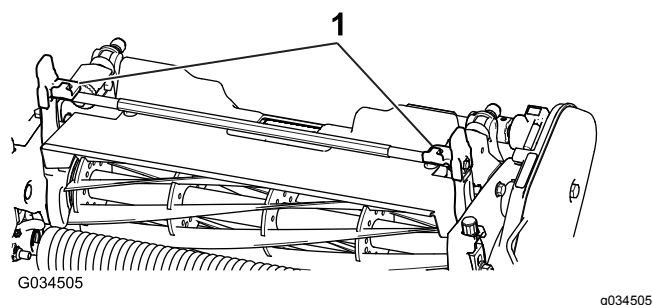
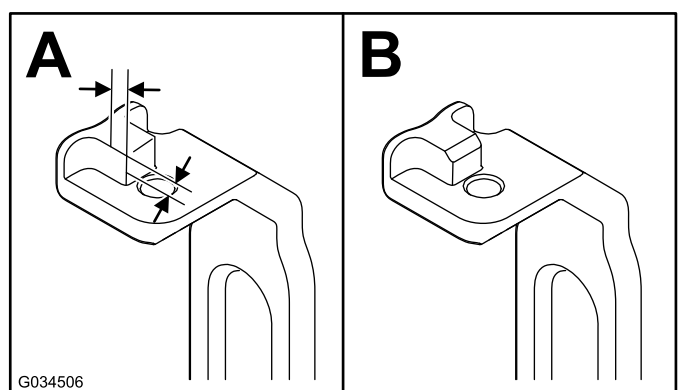

図 3
図 4
2. 左右のピッチアーム 図 3 で、タブのコーナー部を 2mm 削って 図 4 のようにする。